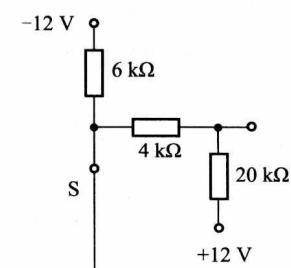

图 1-1-24 电位标注法
- (1) 能够使表示电路状态的参数大为减少。
- (2) 简化电路的绘制——电位标注法（图 1-1-24），方法如下：
- ① 先确定电路的电位参考点。
- ② 用标明电源端极性及电位数值的方法表示电源的作用。
- ③ 略去电路中的地线，用接地点代替，并标注接地符号，省